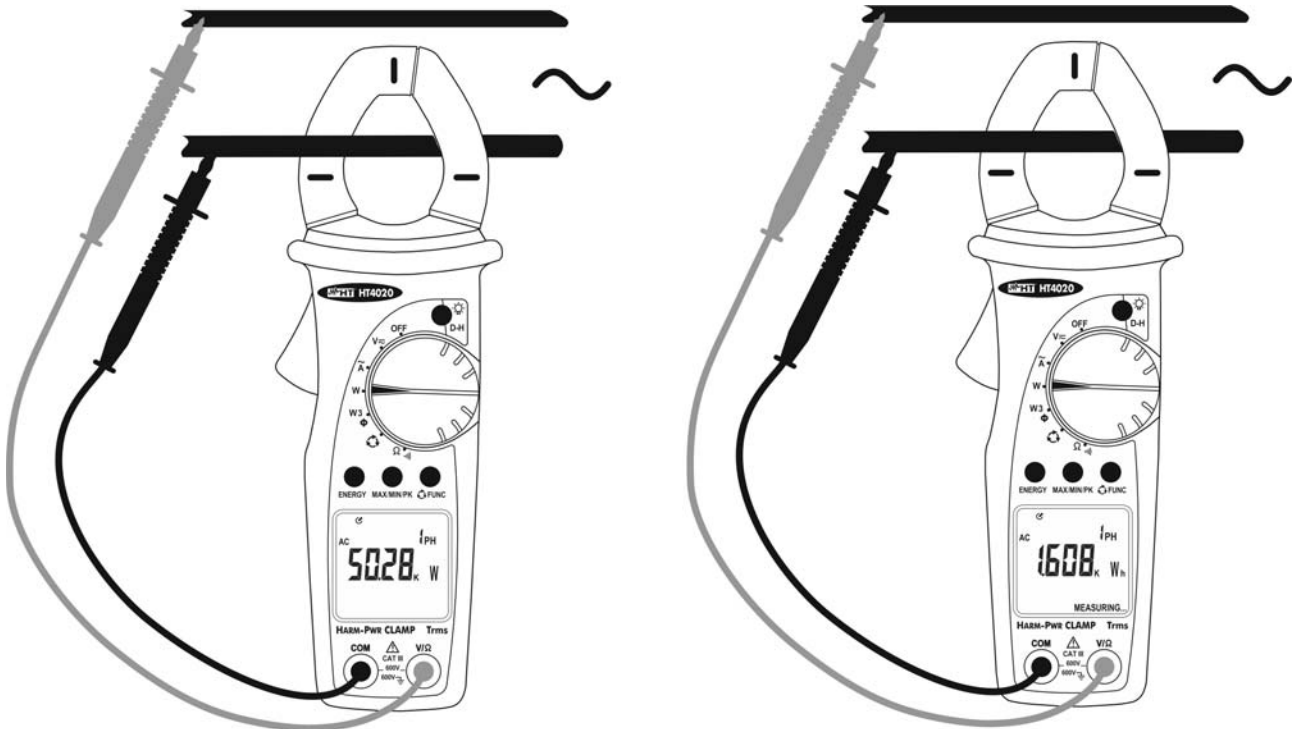

Fig. 11: Uso dello strumento per misure di potenza ed energia in un sistema monofase
2. Aprire il toroide ed inserire il cavo al centro del medesimo (vedere § 4.1.2 e Fig. 11)
4. Posizionare i puntali nei punti desiderati del circuito in esame (vedere Fig. 11). Il valore della potenza attiva (espressa in kW) è mostrato a display
8. Per avviare la misura di energia premere il tasto **ENERGY**. Il contatore si attiva e il messaggio "**MEASURING**" appare nella parte bassa del display (vedere Fig. 11). Per arrestare la misura di energia premere nuovamente il tasto **ENERGY**, il messaggio "**MEASURING**" scompare dal display